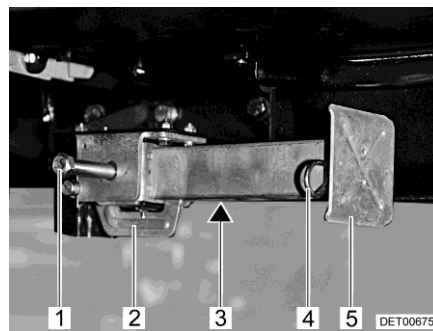

Fig. 39 Vérin stabilisateur
- Placer la clé à pipe sur l'écrou à six pans (Fig. 39,1) et tourner jusqu'à ce que le vérin stabilisateur soit en position verticale vers le bas.
- Lorsque la longueur des vérins stabilisateurs est réglable, faire sortir la goupille (Fig. 39,4) de la rallonge du pied d'appui (Fig. 39,5).
- Placer la clé à pipe sur l'écrou à six pans (Fig. 39,1) et tourner jusqu'à ce que le vérin stabilisateur se dégage du sol.
- Rentrer complètement la rallonge du pied d'appui (Fig. 39,5) et insérer la goupille (Fig. 39,4) dans le trou prévu à cet effet.
- Tourner l'écrou à six pans (Fig. 39,1) jusqu'à ce que les vérins stabilisateurs soient pivotés vers le haut et que la glissière (Fig. 39,2) soit arrivée complètement à l'extrémité de la fente (Fig. 39,3).